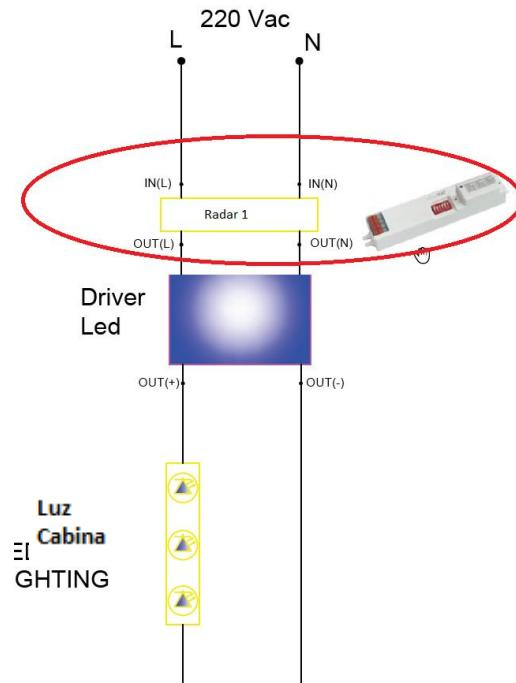

Fig. 2
- II. Placez le Radar 1 avant d'alimenter les luminaires (Fig. 2).